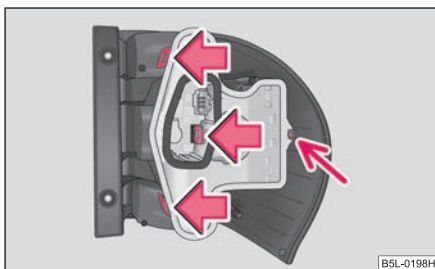

Fig. 244 Desmontaje de la parte central de las luces
- Coloque el portalámparas en la unidad de luces hasta que las piezas de enclavamiento hagan clic y enrosque el tornillo de seguridad con la llave Torx ⇒ fig. 244.
- ① - Luz de freno
- ② - Faros de marcha atrás
- ③ - Luz posterior antiniebla
- ④ - Intermitentes
- ⑤ - Luz de posición ■
- Para alcanzar las luces, aflojar los tornillos de seguridad con la llave Torx y aflojar las piezas de enclavamiento ⇒ fig. 244.